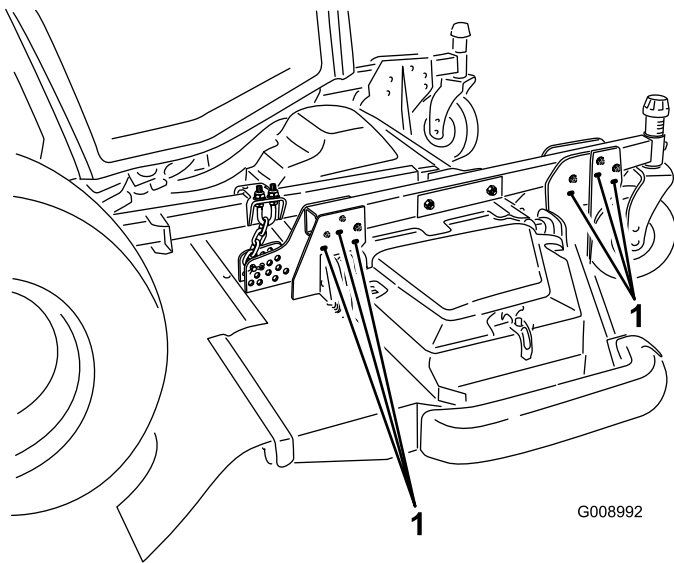

Bild 25
10. Um eine Schnitthöhe von 102 mm bis 153 mm zu erhalten, entfernen Sie die Befestigungsschrauben, mit denen die Hängehalterungen des Mähwerks an den Schnitthöhenlaufradarmen befestigt sind. Befestigen Sie die Hängehalterungen des Mähwerks dann in den unteren Löchern an den Schnitthöhenlaufradarmen (Bild 25).